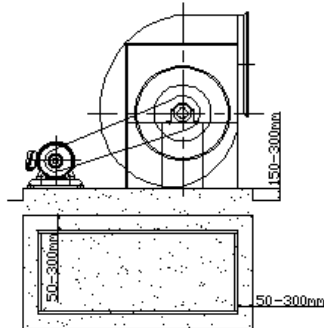

图5
- (1)混凝土基础平面尺寸至少比风机底盘外缘尺寸大 150 ~ 300 毫米。小型风机基础区小值,但基础厚度至少 150 毫米,基础重量约按大于通风机总重量的 5 ~ 10 倍考虑 (图 5)。